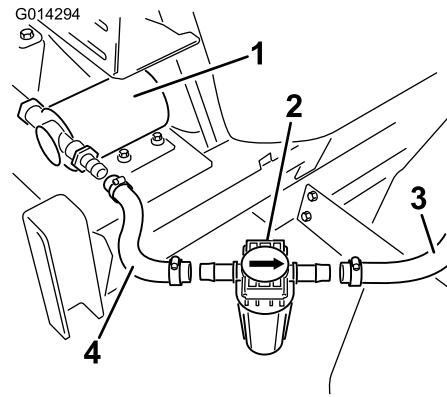

Figura 23
- Instale el filtro en línea en los extremos de las mangueras que van de la bomba hasta las boquillas de enjuague (Figura 23).